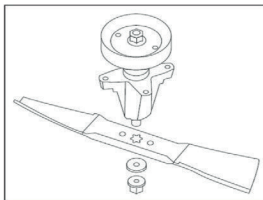

FIG.28
5. RETIRE LA TUERCA Y LA CUCHILLA DE LA CUCHILLA. (FIG.28)